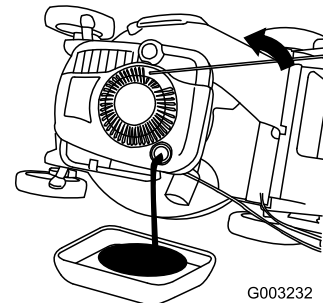

Bild 36
3. Kippen Sie den Rasenmäher seitlich (Luftfilter nach oben), um das Altöl über den Öleinfüllstutzen abzulassen (Bild 36).